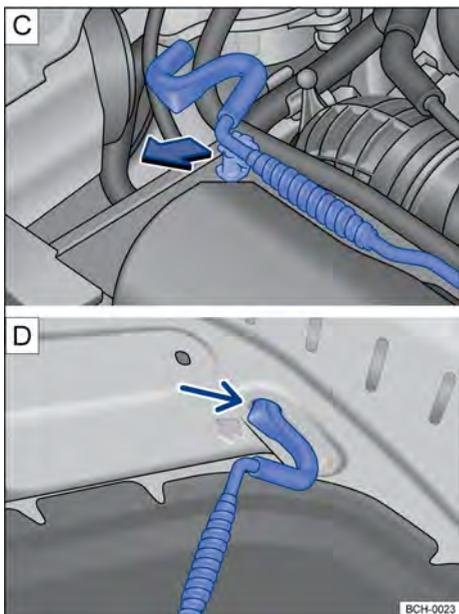

Fig. 179 [C] Haste de sustentação da tampa do compartimento do motor. [D] Tampa do compartimento do motor apoiada na haste de sustentação.
- Retirar a haste de sustentação do suporte no sentido da seta → Fig. 179 [C] e posicioná-la na abertura na tampa do compartimento do motor → Fig. 179 [D].
- Retirar a haste de sustentação do furo → Fig. 179 [D] e encaixá-la no suporte do fecho → Fig. 179 [C].